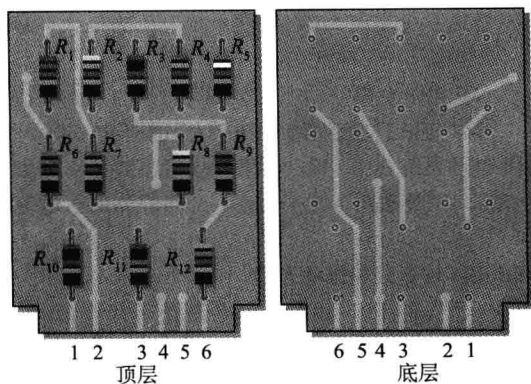

图 4-84 习题 49、习题 54、习题 55、
49. 在图 4-84 所示的双面印制电路板上, 分辨每一组串联电阻并确定其总电阻, 需要注意的是许多互连线从板的顶层连到底层。其中, 电阻 R_1 的色环颜色分别为: 红、红、红、金; 电阻 R_2 的色环颜色分别为: 黄、紫、红、金; 电阻 R_3 的色环颜色分别为: 棕、黑、红、金; 电阻 R_4 的色环颜色分别为: 绿、蓝、红、金; 电阻 R_5 的色环颜色分别为: 橙、白、红、金; 电阻 R_6 的色环颜色分别为: 橙、橙、红、金; 电阻 R_7 的色环颜色分别为: 绿、蓝、棕、金; 电阻 R_8 的色环颜色分别为: 黄、紫、棕、金; 电阻 R_9 的色环颜色分别为: 灰、红、红、金; 电阻 R_{10} 的色环颜色分别为: 棕、黑、红、金; 电阻 R_{11} 的色环颜色分别为: 棕、黑、橙、金; 电阻 R_{12} 的色环颜色分别为: 蓝、灰、红、金。
54. 表 4-1 列出了图 4-84 所示印制电路板上的电阻测量结果，试问这些结果是否正确？如果不正确，请识别可能出现的问题。
55. 在图 4-84 所示的印制电路板上测得引脚 5 和 6 之间的电阻为 $15\text{ k}\Omega$ ，试问这是否指示有问题？如果有，请识别之。
56. 检查图 4-84 所示的印制电路板时测得引脚 1 和 2 之间的电阻为 $17.83\text{ k}\Omega$ ，同样测得引脚 2 和 4 之间的电阻为 $13.6\text{ k}\Omega$ ，试问这是否指示印制电路板有问题？如果有，请识别故障。
57. 在图 4-84 所示的印制电路板上，把引脚 2 接到引脚 4、引脚 3 接到引脚 5，将 3 组串联电阻互相串联形成单一串联电路，电压源接在引脚 1 和引脚 6 之间，电流表串联在电路中，随着电源电压增大，观察到电流随之增大，突然，电流降到零并闻到烟味，假设所电阻器额定功率都是 $1/2\text{ W}$ 。